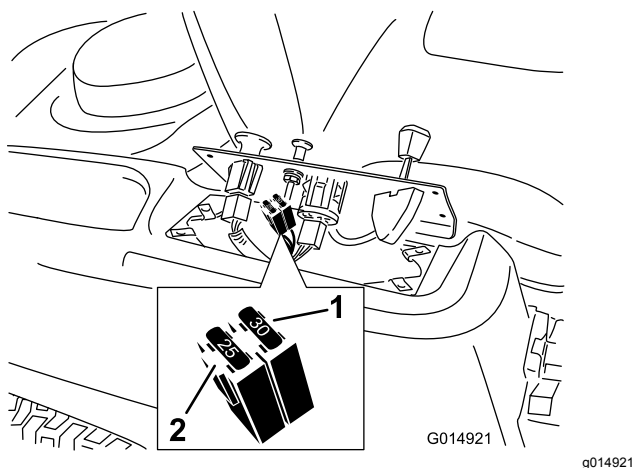

Figura 42
2. Levante el panel de control para tener acceso al arnés de cables principal y al bloque de fusibles (Figura 42).
3. Para cambiar un fusible, tire del fusible para retirarlo (Figura 42).